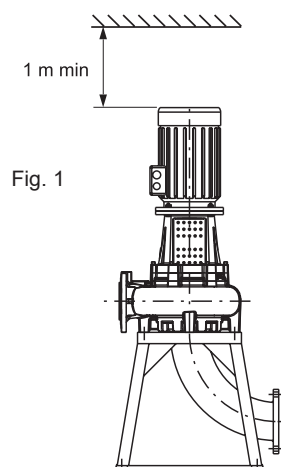

Fig. 1
- 1 - electrobomba disposta com eixo rotor na vertical, sobre pé de sustentação próprio e curva flangeada na aspiração (fig. 1).